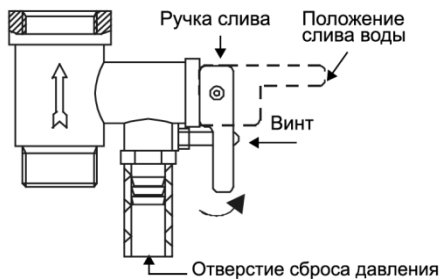

Рисунок 5
4. На входной патрубке, обозначенный голубым цветом и стрелкой направления течения воды, накрутите предохранительный клапан так, чтобы течение воды совпадало с направлением стрелки на корпусе клапана. На отверстие сброса давления предохранительного клапана (см. рисунок 5) оденьте дренажную трубку\* для отвода воды (возможно появление при нагревании) в канализацию (трубку необходимо направить строго вниз и запрещено перегибать её).
- открутить винт обратного предохранительного клапана и перевести ручку в горизонтальное положение, из отверстия предохранительного клапана должна потечь вода (см. рисунок 5).